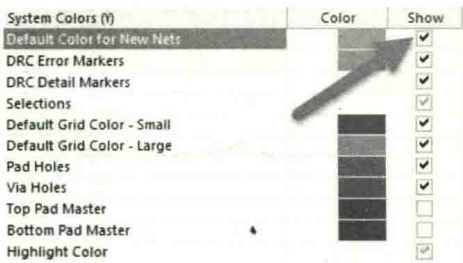

图 9-75 默认鼠线的显示
(1) 检查鼠线显示层是否被打开：按快捷键“L”，检查如图 9-75 所示的界面中的“Default Color for New Nets”选项是否勾选，如果没有勾选请勾选。